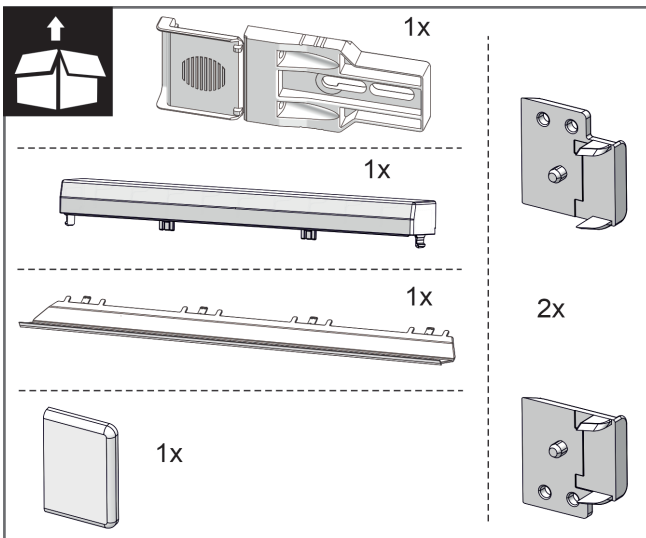
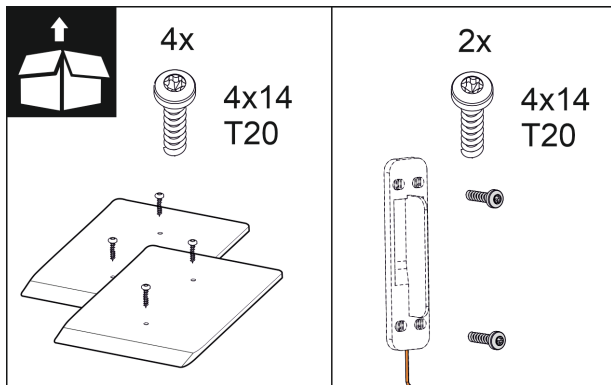

Fig. 10
Fig. 16
2. Kontrollige montaažiosad kaaspakis üle. *Fig. 10 ()* kuni *Fig. 16 ()*
Montaažiosad kaaspakis Fig. 10 () kuni Fig. 16 ()